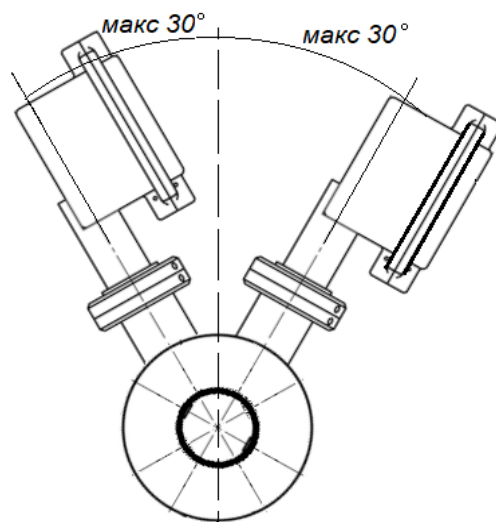

Рисунок 3. Установка в горизонтальных трубопроводах
8.1.4 При монтаже в горизонтальном трубопроводе отклонение оси электродов от вертикальной линии - не более 30°. (Рисунок 3).